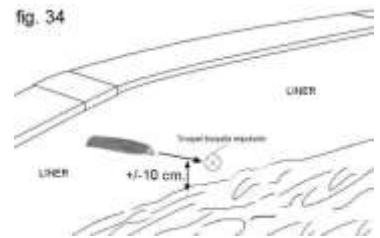

fig. 34
1) Una vez que el agua este a +/- 10 cm. (fig. 34), por debajo del borde inferior de la boquilla, marcar el orificio en el liner con un rotulador, con ayuda de una cuchilla, desde dentro de la piscina hacia fuera, cortar con cuidado y en forma de cruz el liner, sin rebasar el agujero troquelado.